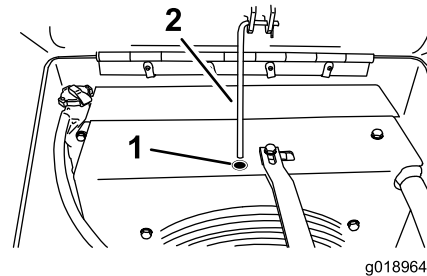

Figura 24
3. Libere la varilla de soporte del capó y colóquela en el orificio para que sujete el capó en la posición abierta (Figura 24).